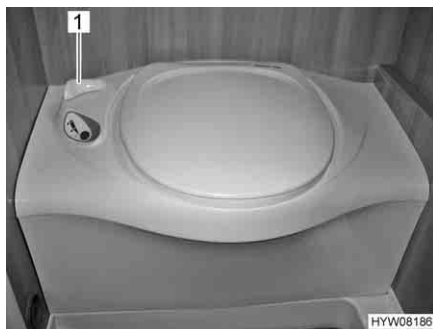

Fig. 88 Toilette Thetford
- Prima di tirare l'acqua, aprire il cursore della toilette Thetford. A tal fine ruotare la leva del cursore (Fig. 88,1) in senso antiorario.
- Dopo aver tirato l'acqua chiudere il cursore. Ruotare la leva del cursore (Fig. 88,1) in senso orario.